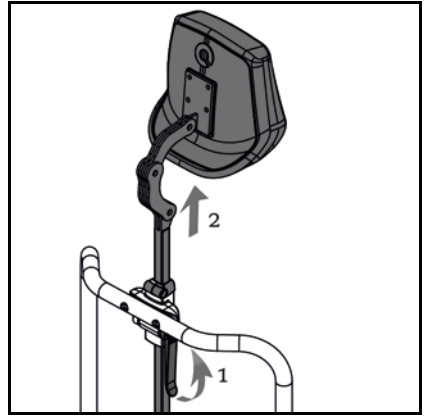

Figure 3.7
**Retrait** (fig. 3.7).
**Remise en place** (fig. 3.7).